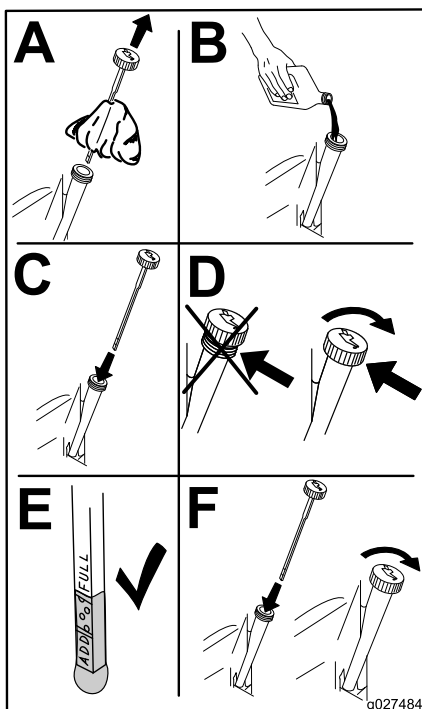

Figura 39
6. Versate lentamente circa l'80% dell'olio indicato nel tubo di rifornimento e sempre con cautela rabboccate l'olio necessario per portarlo alla tacca di Full (pieno) (Figura 39).